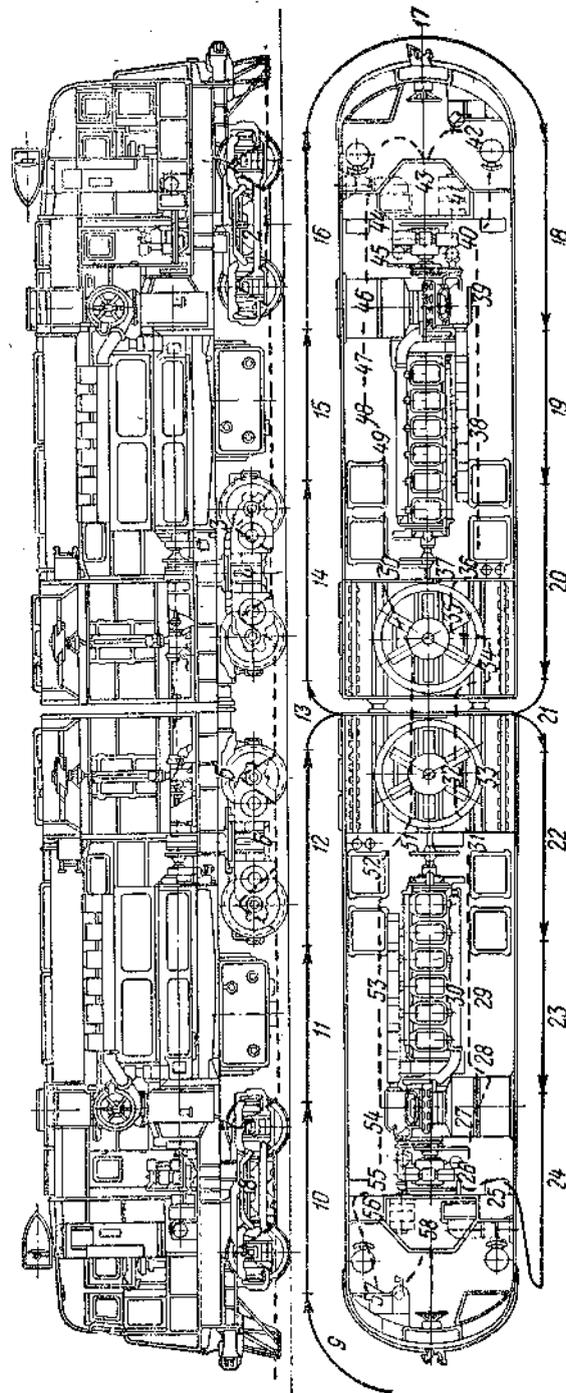

Рис. 28. Схема осмотра тепловоза серии ТЭ2
1. При техническом осмотре в период его пробега между профилактическими осмотрами (рис. 28).